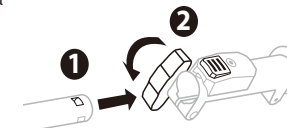

Fig.2B
3. Alinee el orificio de instalación del eje del accesorio con la flecha del eje del cabezal eléctrico y empuje el eje del accesorio en el eje del cabezal eléctrico hasta que oiga un “clic”, lo que significa que el eje de fijación está montado en su sitio. (Fig.2B, 1)
5. Apriete firmemente la perilla mariposa. (Fig.2B, 2).